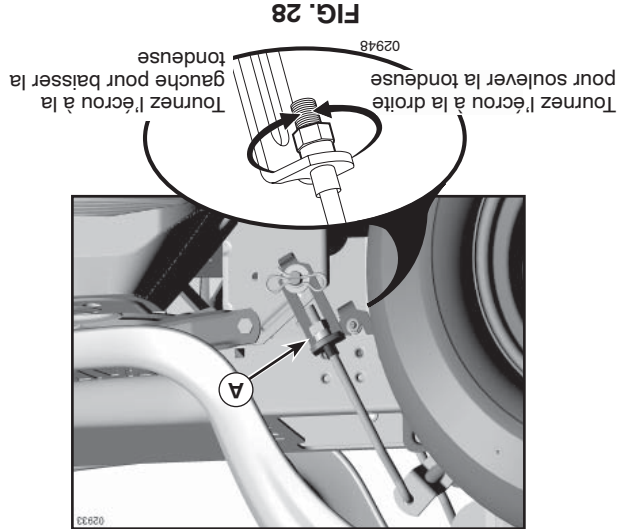

FIG. 28
- AJUSTEMENT LATÉRAL VISUEL (Voir la Fig. 28)